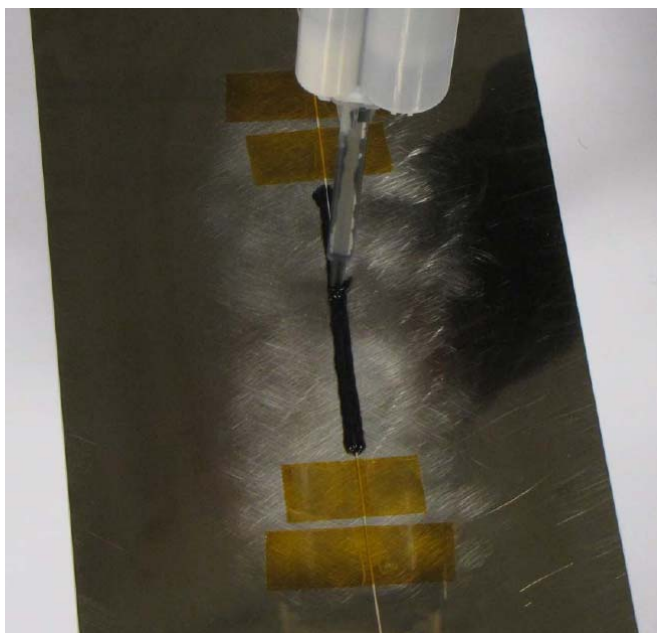

図 2.7 : X120 接着剤で光学センサファイバ OptiMet-PKF を覆う
- 埋め込まれた光学センサファイバ OptiMet-PKF を覆うように X120 接着剤をもう一層塗布します。空気の侵入を避けるため、コンポーネント表面に対して垂直になるように混合ノズルをファイバに密着させて移動します（図 2.7）。